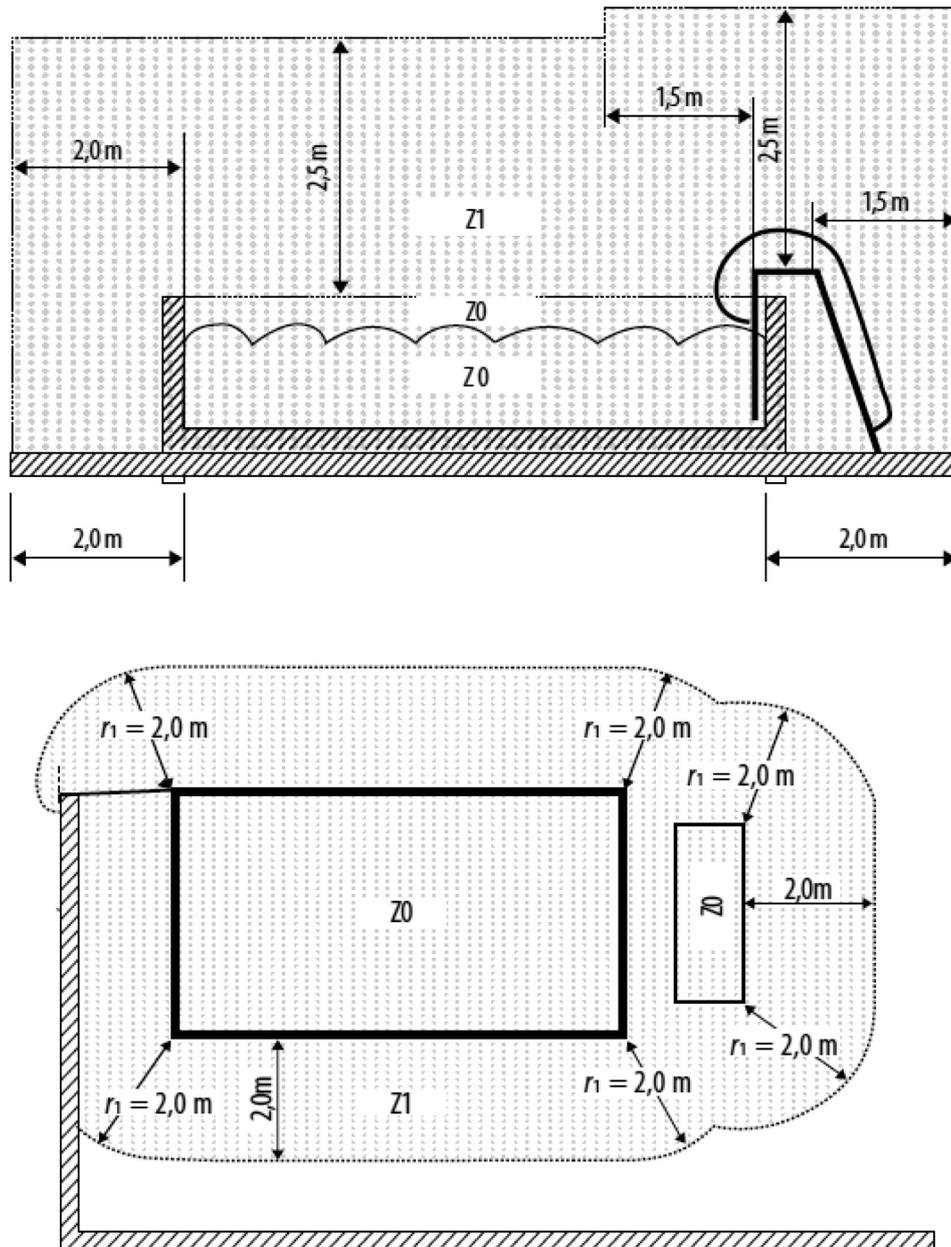

Figura 2
- En las zonas 0 (Z0) y 1 (Z1) (figura 2).